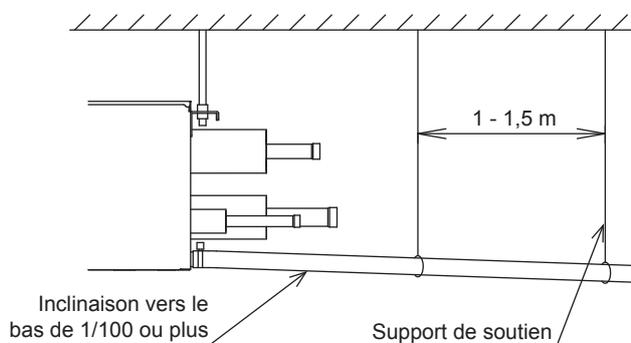

Fig. 4
- Utilisez un bout de tuyau court et acheminez-le en l'inclinant de 1/100 ou plus vers le bas, de manière que l'air ne s'accumule pas dans le tuyau. (**Reportez-vous à la Fig. 4 et 5.**)
- Installez les supports de soutien à des intervalles de 1 à 1,5 m afin que le tuyau ne s'affaisse pas. **(Reportez-vous à la Fig. 4.)**